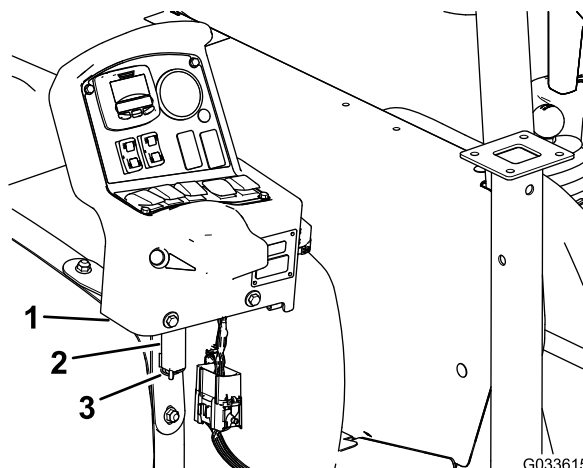

図 129
7. 車両のダッシュボードで、コンソール取り付けブラケットからコンソールを外し、コンソールのピボットピンを、タンクの前ベルトについている保管ブラケットにセットする 図 129; コントロールコンソールを機体に取り付ける (ページ 22)を参照。
8. ブラケットにコンソールを組み付け、ピボットピンをブラケットに入れてヘアピンで固定する (図 129)。